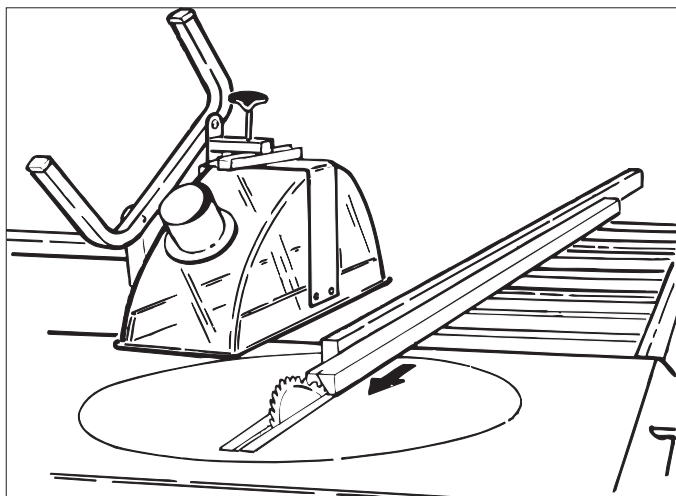

Fig. 18
- Innstilling som for klyving, men sagbladet krenkes til ønsket vinkel. Arbeidsoperasjonen utføres som i punkt 5.5. Se fig. 18 og 19.